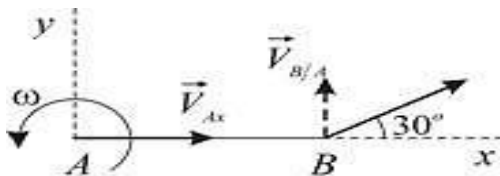

Рис. 32. Схема плоскопараллельного перемещения рейки
1. Рейка движется плоскопараллельно. В текущее время угловая скорость рейки составляет $\omega = 1$ рад/с, проекция на ось x скорости точки A рейки равна $V_A = 500$ см/с. Скорость точки B образует с осью x угол $\alpha = 30^\circ$. Определить модули скоростей точек V_A и V_B , если $AB = 2\sqrt{2}$ м (рис. 32).